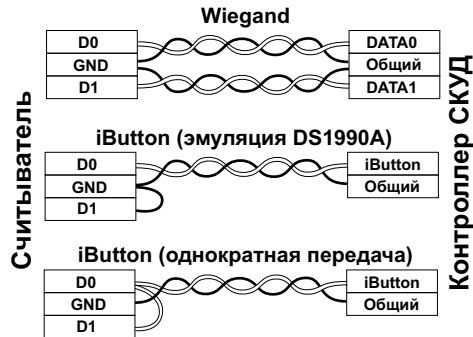

Рис.3 Выбор протокола передачи.
- проденьте провода в нижнюю крышку и подсоедините к разъемам считывателя в соответствии со схемой подключения (рис.3). При подключении питания загорается красный светодиод;
Заводские установки: режим 2.1.1, протокол передачи выбирается замыканием выводов (Рис.3), тип строки - по RS-485: Mifare[464B84D4] 1K(0004,08)132,19270, "No Card".